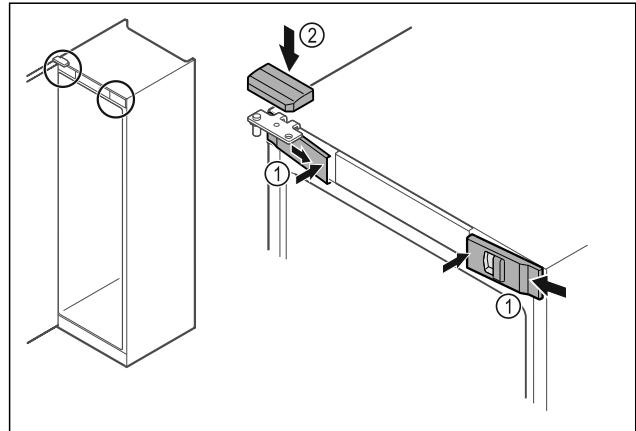

Fig. 36
- Acroșați apărătorile frontale Fig. 36 (1) lateral și fixați-le în poziție la interior.
- Fixați în poziție apărătoarea superioară Fig. 36 (2) de sus.